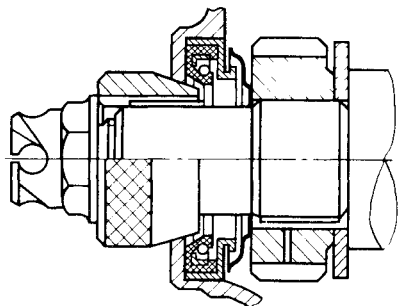

Рис. 62. Центрирование переднего сальника коленчатого вала с помощью оправки
- сцентрировать крышку по переднему концу коленчатого вала при помощи оправки (рис. 62) и завернуть все гайки и болты крепления крышки. Если нет центрирующей оправки, то установку крышки можно производить по ступице шкива коленчатого вала. Ступицу надо напрессовать на коленчатый вал так, чтобы ее конец входил на глубину 5 мм в отверстие крышки. После этого